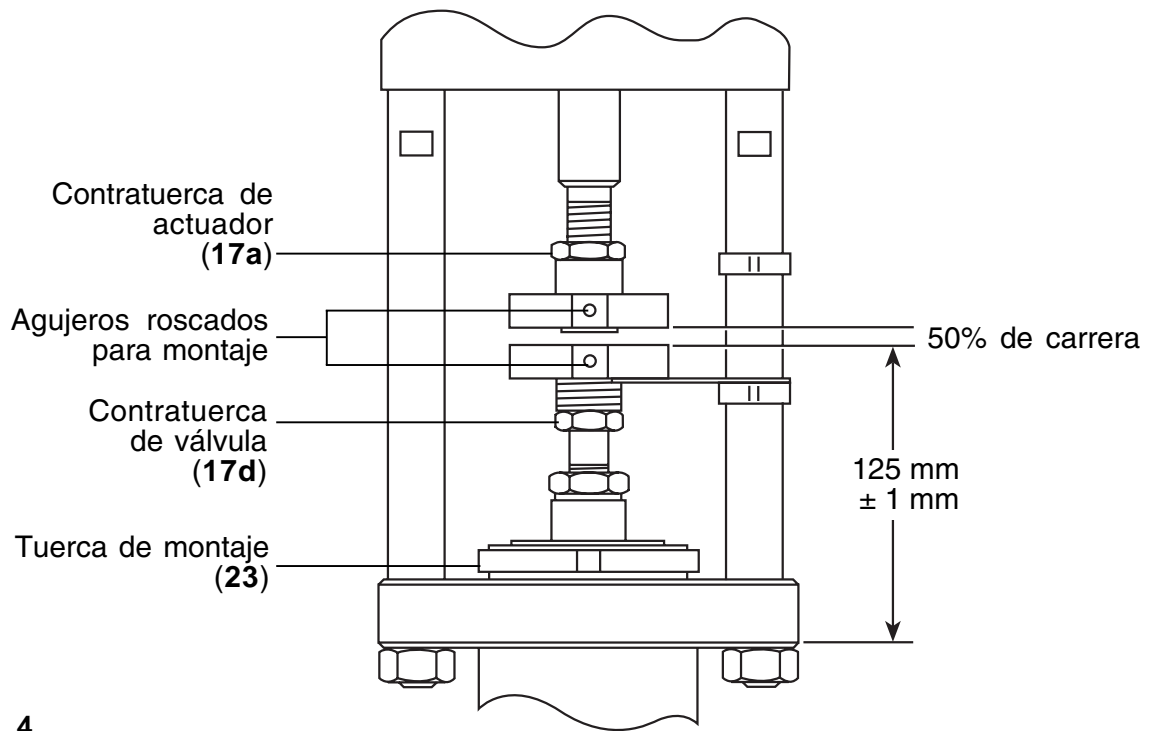

Fig. 4
- Retirar los tornillos y tuercas del conector del actuador (17e), el indicador anti-rotación (19) y el acoplamiento inferior (17c).
- Enroscar la contratuerca del actuador (17a) y el acoplamiento superior (17b) en el vástago del actuador (7) hasta que quede alineado con la parte inferior del vástago y asegurando que el agujero de montaje M6 esté orientado a la parte delantera de la válvula (ver Fig. 4).
- Retirar las tuercas de los pilares (21) y retirar el plato de fijación (18).
- Retirar la tuerca de montaje (23).
- Colocar el plato de fijación (18) sobre la rosca del cabezal de la válvula y alinear con el eje de la válvula.
- Volver a montar la tuerca de montaje (23) y apretar al par de apriete recomendado (ver **Tabla 1**).
- Enroscar el acoplamiento inferior (17c) en el vástago de la válvula. Ajustar la posición del acoplamiento inferior para que esté a 125 mm \pm 1 mm por encima de actuador mounting face, el agujero de montaje M6 debe estar orientado a la parte delantera de la válvula (Fig. 4).